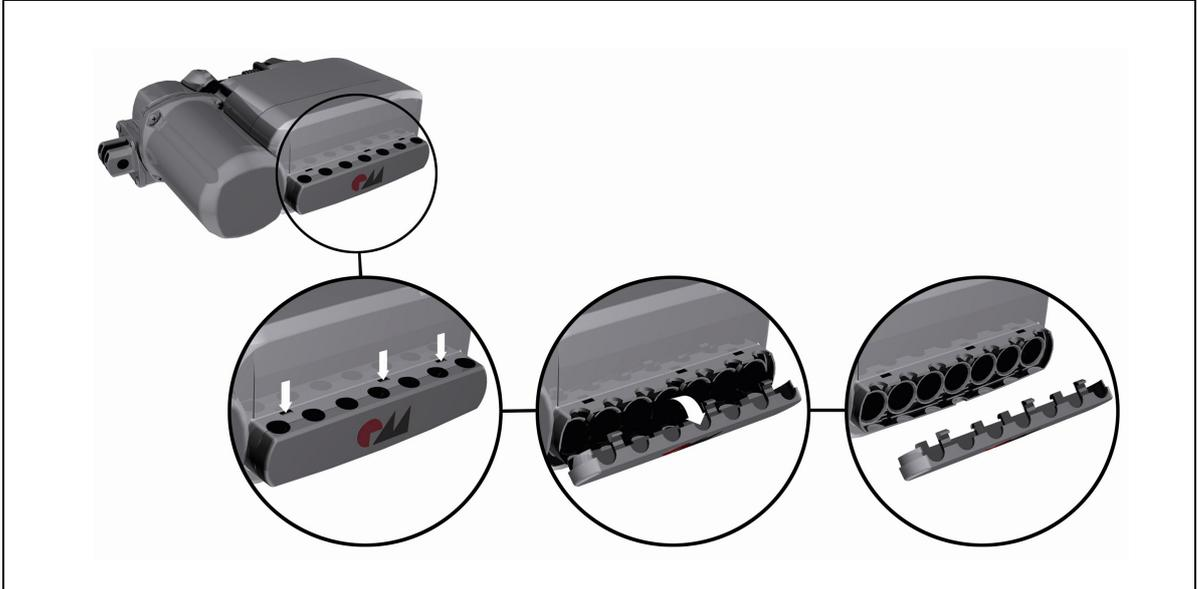

Abbildung 10 Öffnen der Auszugssicherung an der Steuerung MC11
- 2 Drücken Sie mit einem geeigneten Werkzeug die drei Rastnasen in den Aussparungen herunter, wie in Abbildung 10 gezeigt. Kippen Sie gleichzeitig die Auszugssicherung nach vorne, so dass sich die Rastnasen aus den Aussparungen lösen.
- 2 Öffnen und entfernen Sie die Auszugssicherung (siehe Abbildung 10).